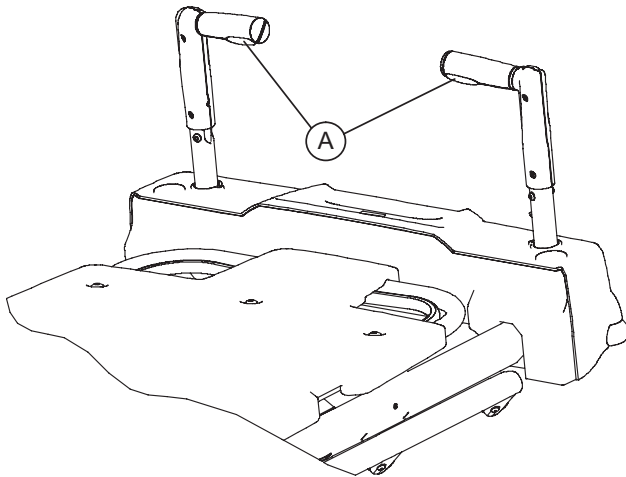

Abbildung 4 - Schiebegriffe mit Knöpfe zum Freigeben der Bewegung
- Die Griffe an den beiden erhobenen Griffarealen anfassen. Einen der Knöpfe zum Freigeben der Bewegung (A), die sich unterhalb der Griffe befinden, drücken, um die Bewegung des Antriebsrads zu ermöglichen. Siehe hierzu Abbildung 4 bzw. das Etikett zum Antriebspedal und den Schiebegriffen. Einer oder beide Knöpfe ermöglichen die Bewegung, aber zum Anhalten müssen beide Knöpfe losgelassen werden.